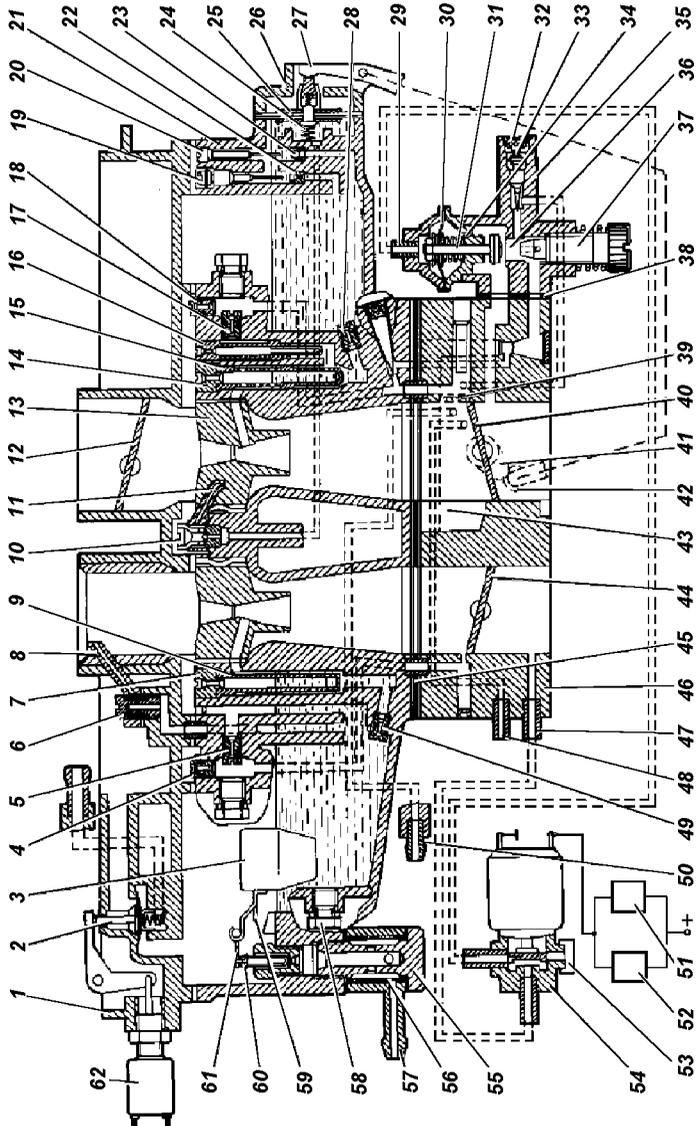

Рис. 4.25. Схема карбюратора:
**Карбюратор** (рис. 4.25) - двухкамерный, с падающим потоком и балансированной поплавковой камерой.
Работой ЭПХХ управляют установленные на автомобиле электромагнитный клапан 54 (рис. 4.25), блок управления ЭПХХ 51 и микровыключатель 52, установленный на карбюраторе.
Регулировка минимальной частоты вращения коленчатого вала в режиме холостого хода производится на прогревом двигателе винтом 37 (рис. 4.25), а содержание окиси углерода регулируется винтом 33 при снятом колпачке 32.